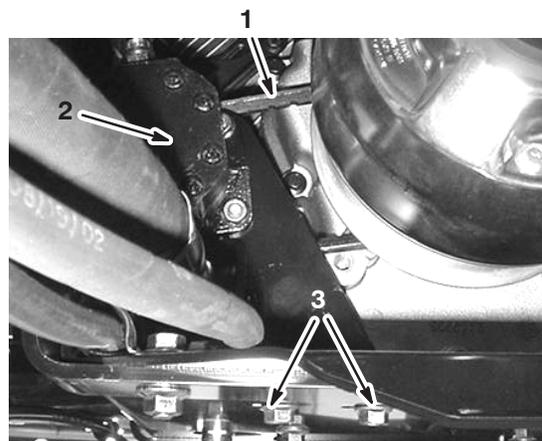

Figure 53
- Desserrez les boulons de fixation de la pompe de direction (Fig. 53).